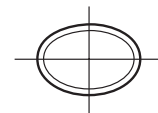

図11
- ・加工するパイプは直角に段差なく切断され、かつ変形の無いパイプを使用してください。斜め切断や段差切断、または変形のあるパイプでは正しい溝寸法に加工できません。(図11)